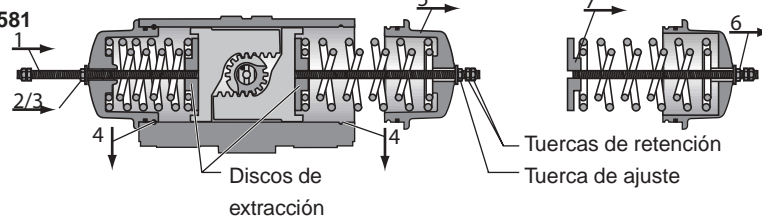

Fig. 5 Desmontaje de casquetes
- 2 Quite el indicador (7) de la parte superior del piñón (19). Para XL26 a XL221 utilice una llave Allen de 4mm. Para tamaños más grandes, se puede retirar el indicador de la parte superior del piñón.
- 3 Extraiga ambos pernos de obturación (28) y las juntas (29) de los casquetes (21).
- Para XL 26 a XL 681, en los pistones (20)
- Para XL 1126 a XL4581, en el disco retractor (20a, véase también la fig. 5), hasta que se detengan (NO APRIETE EN EXCESO) y cerciórese de que las tuercas y arandelas de ajuste no tengan contacto con el casquete.
- 7 Evite que giren las "tuercas de retención" con una llave. Utilice otra llave para atornillar las tuercas de ajuste 180 grados a la vez (véase la fig. 5) en el sentido de las agujas del reloj y en las bielas hasta que den dos giros completos. Con ello, se conducen
- Para XL 26 a XL681, los pistones (20)
- Para XL 1126 a XL4581, el disco retractor (véase también la fig. 5) hasta los casquetes (21) y se comprimen los resortes. La compresión de los resortes libera la fuerza de los mismos y desbloquea la SAFEKEY para su extracción.
11 Para mantener intacto el ensamblaje del paquete de resortes (véase la fig. 5), deje la biela retractora en su sitio. Para el desmontaje del paquete de resortes, destornille la tuerca de ajuste de la biela retractora para liberar la fuerza del resorte, a la vez que evita que la biela gire con una llave en las tuercas de retención.